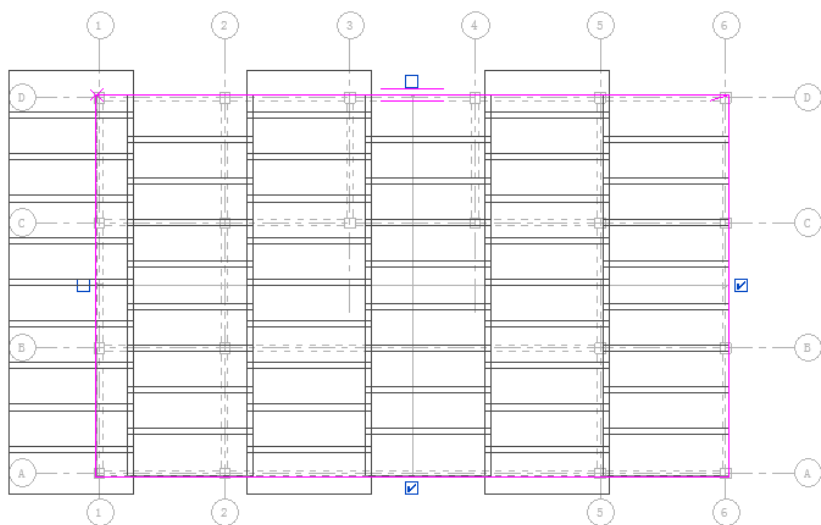

图 13-42 分布筋中间错开
- 分布筋中间错开：钢筋网片按列放置，每隔一行将相对于前一列移动一个钢筋网片长度的一半，如图 13-42 所示。